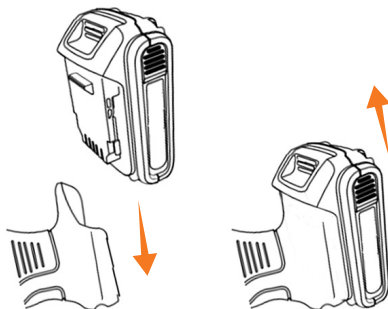

Рис. 3
- Установите аккумуляторную батарею в разъем рукоятки изделия до щелчка (Рис. 3).